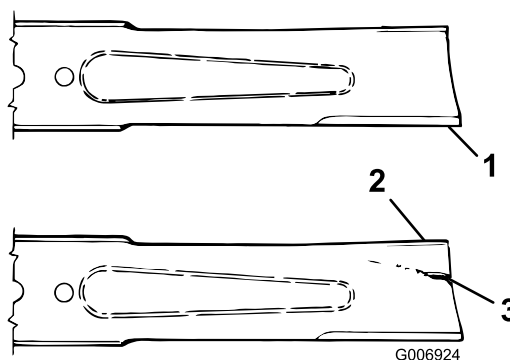

Figura 86
3. Examine cuidadosamente los extremos de corte de la cuchilla, sobre todo en el punto de reunión entre la parte plana y la parte curva de la cuchilla (Figura 86). Si se aprecia desgaste (Figura 86), cambie la cuchilla; consulte Cómo retirar la cuchilla \(página 70\).